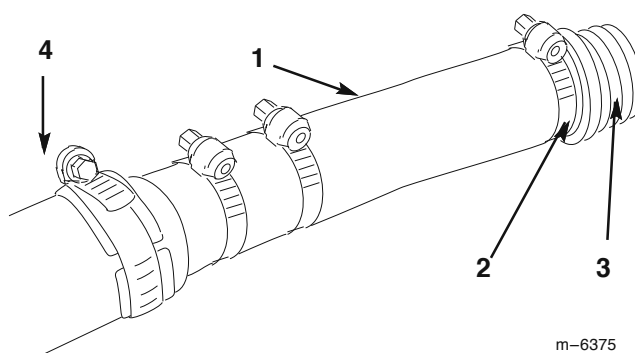

図9
5. 戻り止め付きホース・クランプ(大; ステップ2でホースから外したものを)をホースにはめ、フィッティングをホースに取り付ける。一杯まで入れること。取り付けたらフィッティングをホース・クランプで固定する(図9)。